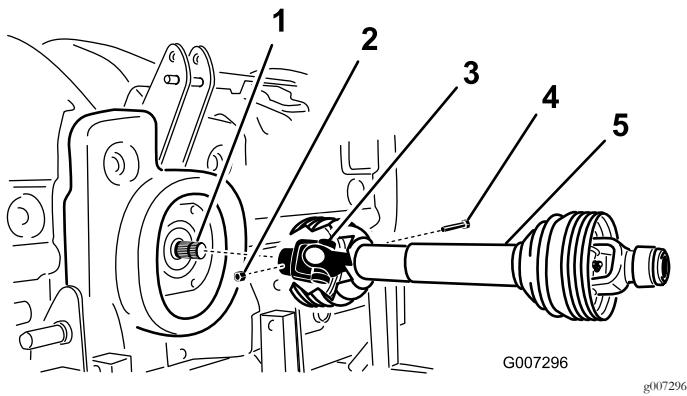

Bild 11
2. Befestigen Sie die Zapfwelle mit einer Schraube (1/2" x 3") und einer Mutter (1/2") an der Getriebeantriebswelle (Bild 11).